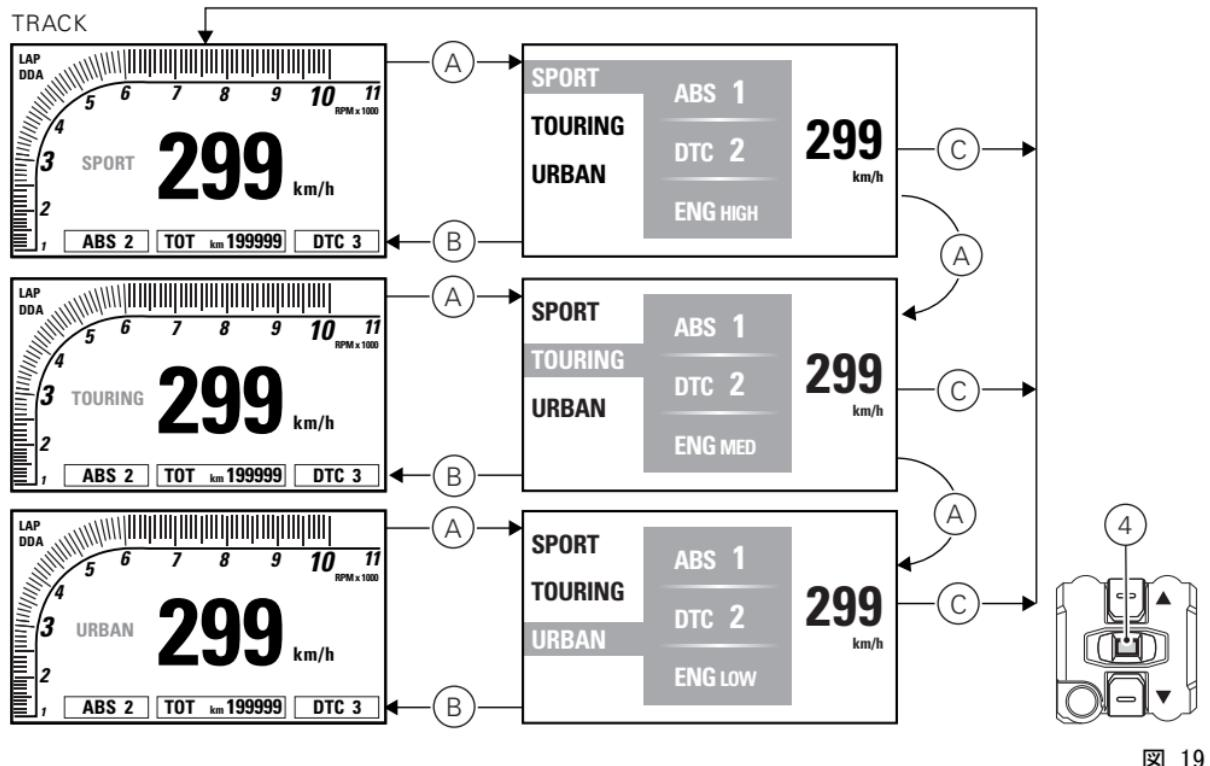

図 19
表示される情報は、各ライディングモード毎に記憶されている値です。保存されている値はドゥカティが設定した値、またはユーザーがパーソナライズした値です。メニュー決定ボタン (4) を押す度に、表示可能な関連するパラメーター (A、図 19) と一緒にライディングモードが強調表示されます。
選択したいライディングモードが強調されたら、メニュー決定ボタン (4) を 2 秒間押し続け、希望のライディングモードを決定します。ライディングモードの変更が保存され、スタンダードスクリーン (B、図 19) の画面に戻ります。
選択したいライディングモードが強調されてもメニュー決定ボタン (4) を 10 秒以内に押さなかった場合は、ライディングモードは変更されず、スタンダードスクリーンの画面 (C、図 19) に戻ります。